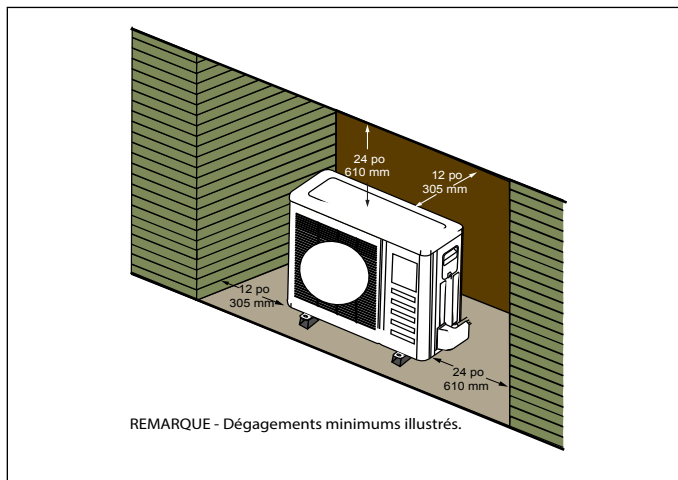

Figure 29. Unité installée dans une alcôve
- L'unité extérieure peut être installée dans une alcôve ou sous l'avancée d'un toit comme illustré à la « Figure 29. Unité installée dans une alcôve ».